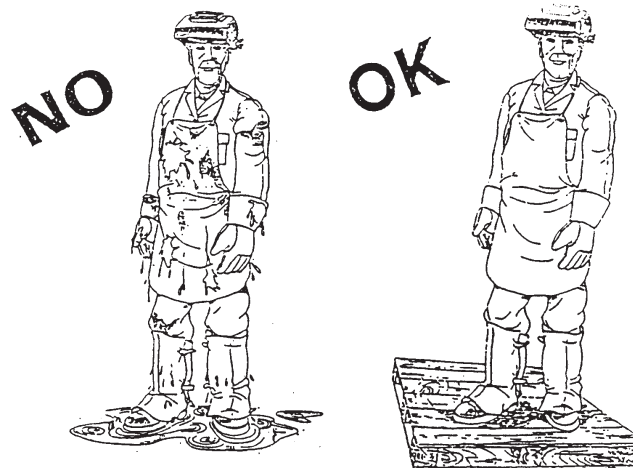

Abb. 7
- Durch Verbesserung des persönlichen Schutzes, der Isolierung vom Boden und des zu schweißenden Teils (Abb. 7)